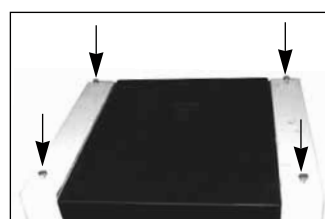

Abb. 8
- Beigelegte Schrauben M8 in die vier Einsteckmuffen auf der Oberseite der Modulelemente eindrehen (siehe Abb. 8).